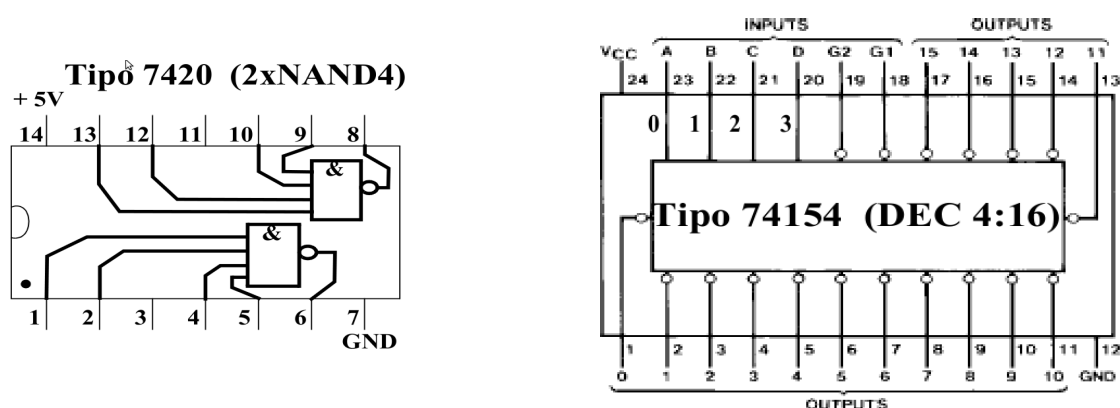

Figura 4. Plantilla para montaje 1
1. Indique las conexiones realizadas sobre la la plantilla de la figura 4